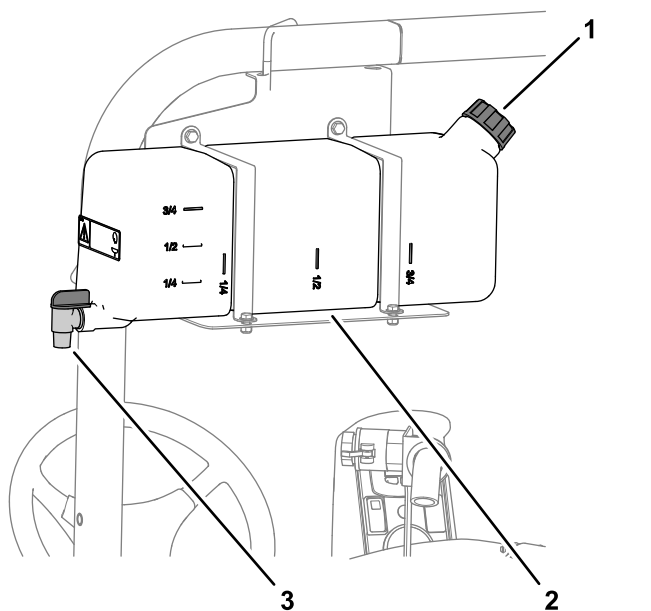

Figura 19
- Para encher o depósito, desaperte a tampa na parte superior do depósito, encha-o com água limpa e coloque a tampa (Figura 19).
- Para abrir a torneira do depósito de água limpa, rode o manípulo da torneira (Figura 19).